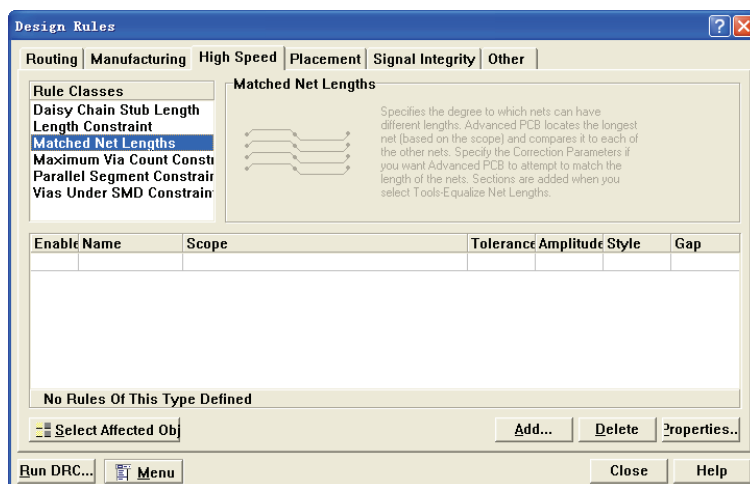
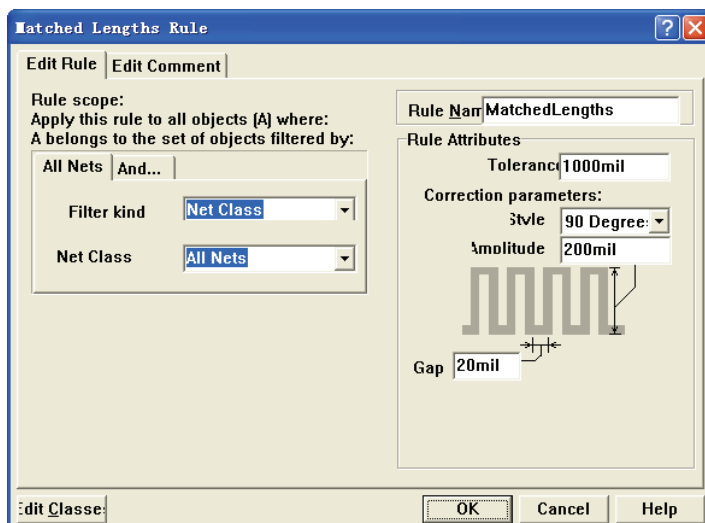

图 8-74 “Matched Net Lengths” 规则设置选项
图 8-75 “Matched Net Lengths” 规则属性对话框
- “Matched Net Lengths”（网络长度匹配规则）选项：设置匹配网络走线长度，如图 8-74 所示为该设置的对话框。在高速 PCB 设计中通常需要对部分网络进行匹配布线，在该对话框中可以设置匹配走线的各项参数。单击 **Properties..** 按钮，系统弹出属性设置对话框，如图 8-75 所示。